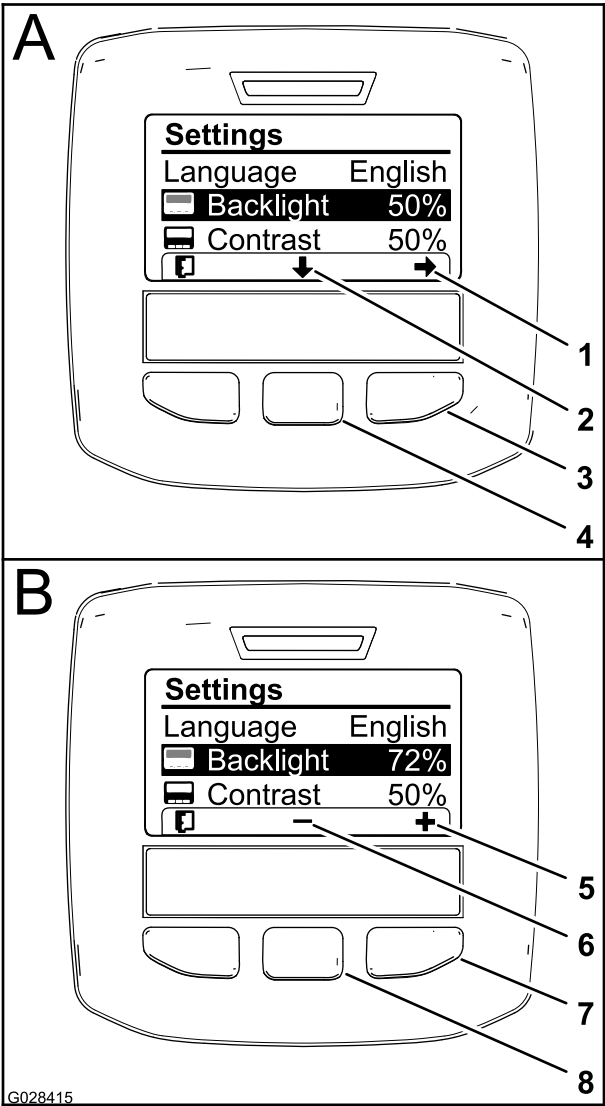

Figura 54
seleccionada hacia abajo a Retroiluminación (Figura 54).
3. Pulse el botón de selección derecho para mostrar el menú contextual Ajuste de valor (Figura 54).
4. Utilice los botones de selección central y derecho para modificar el nivel de brillo de la pantalla (Figura 54).
5. Pulse el botón de selección izquierdo (el botón situado debajo del icono de lista de la pantalla) para guardar la selección, salir del menú Retroiluminación y volver al menú Configuración (Figura 54).
6. Para ajustar el nivel de contraste de la pantalla, pulse el botón de selección central (el botón situado debajo del icono de flecha abajo en la pantalla) para mover la opción seleccionada hacia abajo a Contraste (Figura 54).
7. Pulse el botón de selección derecho para mostrar el menú contextual Ajuste de valor (Figura 54).
8. Pulse el botón de selección izquierdo (el botón situado debajo del icono de Lista de la pantalla) para guardar la selección, salir del menú Contraste y volver al menú Configuración (Figura 54).
9. Pulse el botón de selección izquierdo para salir del menú Configuración y volver al Menú principal (Figura 52 y Figura 54).
10. Pulse el botón de selección izquierdo para volver a la pantalla de Inicio (Figura 54).